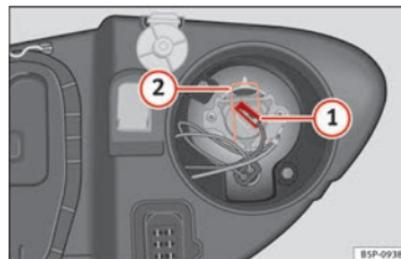

Fig. 187 Feux de route.
- Retirez le connecteur ⇒ fig. 187 ① de l'ampoule.
- Appuyez sur le ressort ⇒ fig. 187 ② vers l'intérieur et vers la droite.